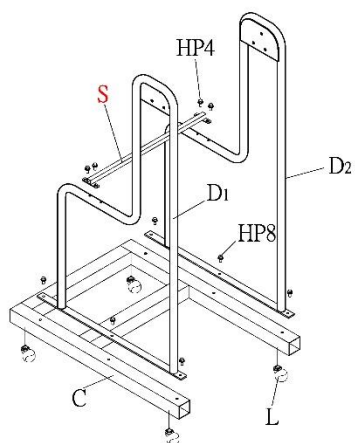

Abbildung 3
1. Die vier Laufrollen (L) am Sockel (C) anbringen. Siehe Abbildung 3.
2. Den linken und den rechten Ständer (D1, D2) mit den Flanschkopfschrauben (HP8) am Sockel (C) anbringen.
3. Die Ständerstütze (S) mit den Flanschkopfschrauben (HP4) am Sockel (C) anbringen.